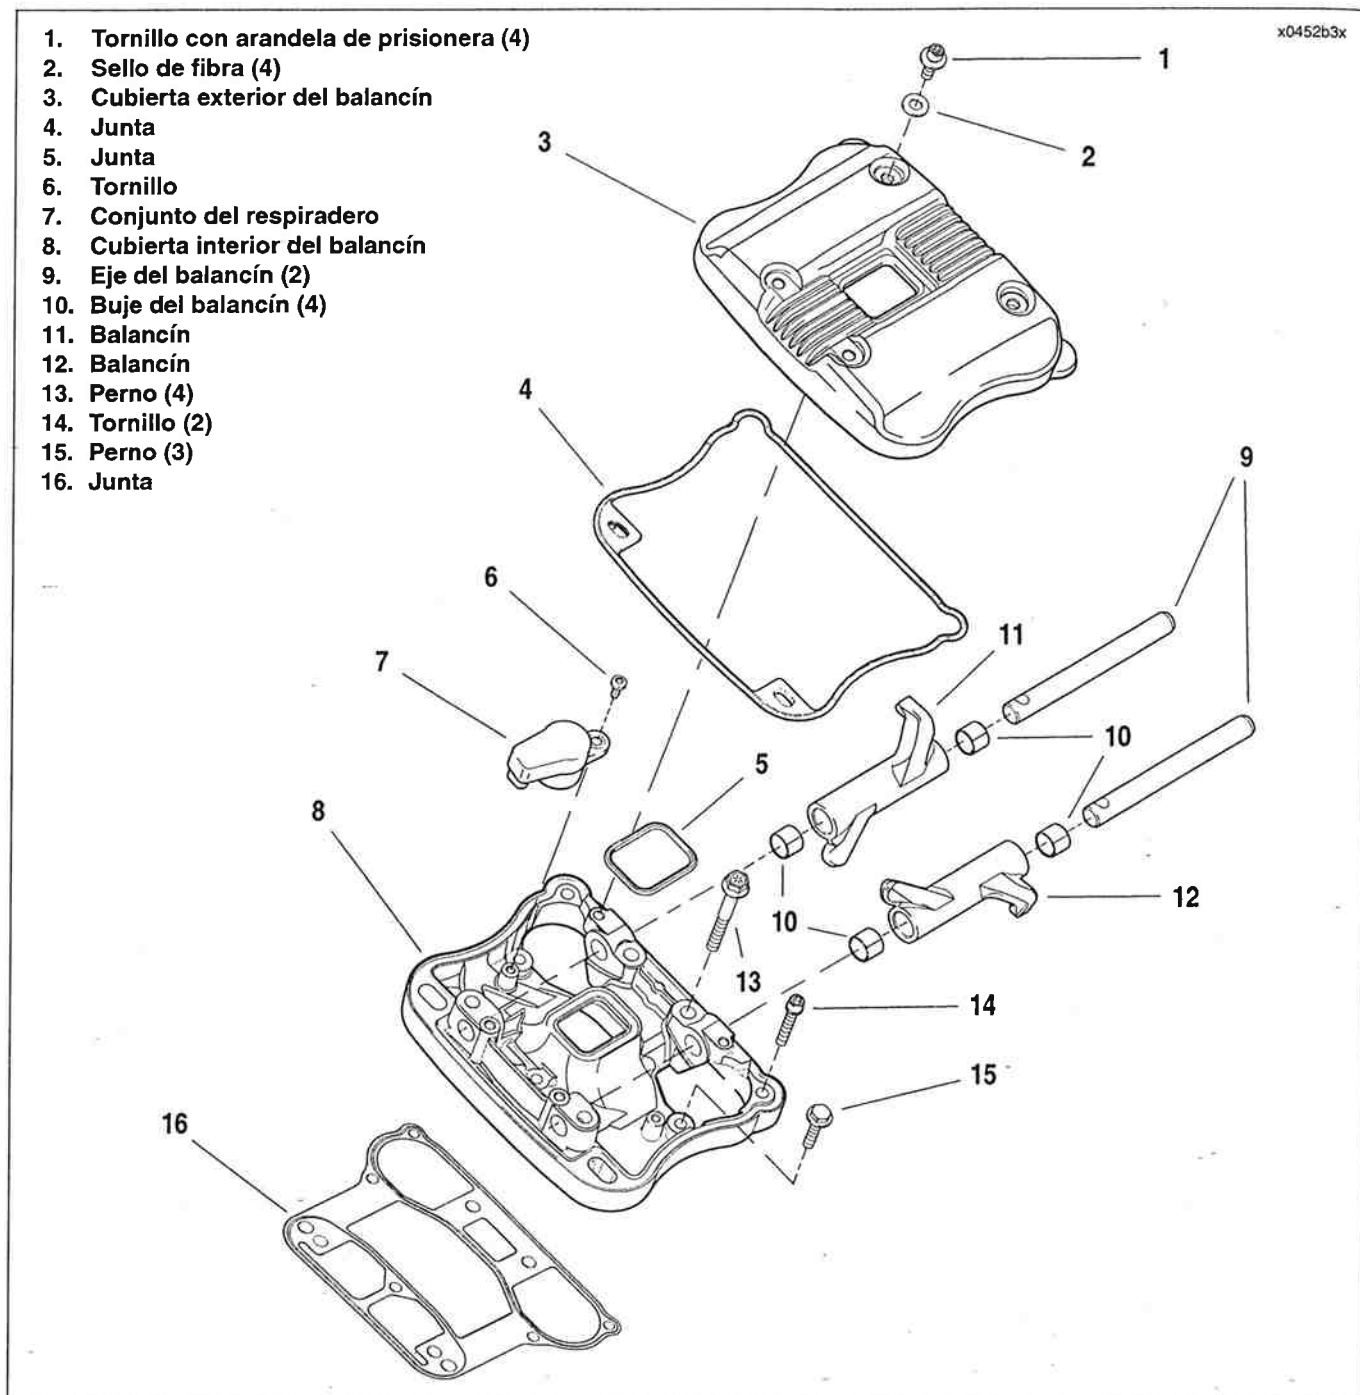

Figura 3-14. Conjunto de la cubierta de los balancines
2. Vea la Figura 3-14. Quite los cuatro tornillos con arandelas prisioneras (1) y los sellos de fibra (2). Quite la cubierta exterior de balancines (3). Deseche los sellos de fibra.
3. Quite el tornillo (6) y válvula del respiradero del cárter (7).
7. Vea la Figura 3-14. Quite la cubierta interior de balancines (8). Retire y deseche la junta (16).
9. Vea la Figura 3-14. Extraiga los balancines (11, 12) marcándolos para volver a armarlos en sus ubicaciones originales.